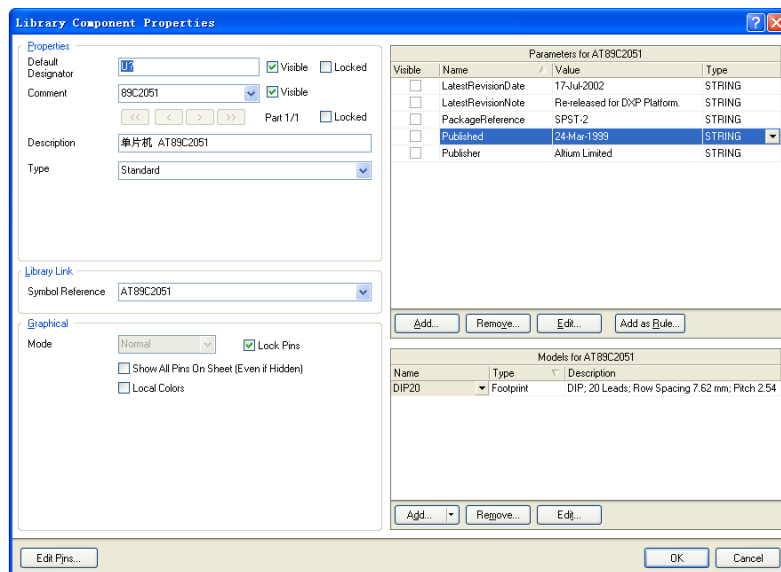

图5-38 Library Component Properties对话框
- ❖ 在SCH Library面板的Components列表中选择AT89C2051元器件，单击Edit按钮或双击元件名，打开Library Component Properties对话框，如图5-38所示。